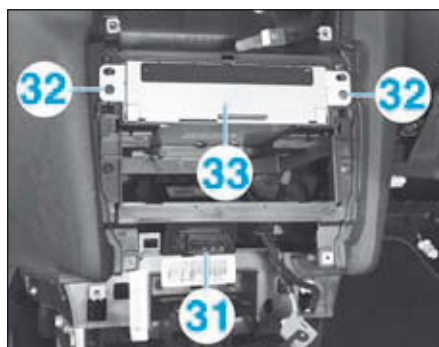

FIG.37
- Dégrafer la prise diagnostic (31) (Fig.37).
- Déposer les vis (32).
- Extraire, débrancher et déposer l'autoradio (33).